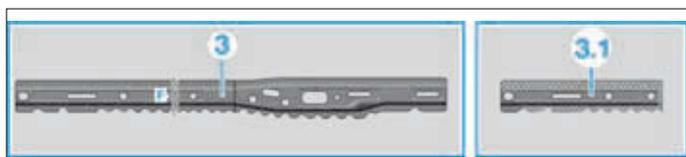

FIG. 62
- sur le renfort offset (3) dans la zone (F) (Fig.62).